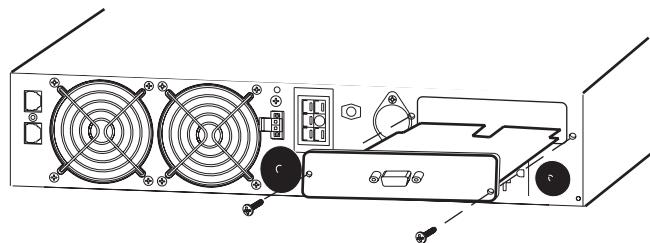

Рисунок 33. Снятие однопортового модуля
1. Снимите однопортовый модуль на задней панели ИБП. Отвинтите винты (см. рис. 33).